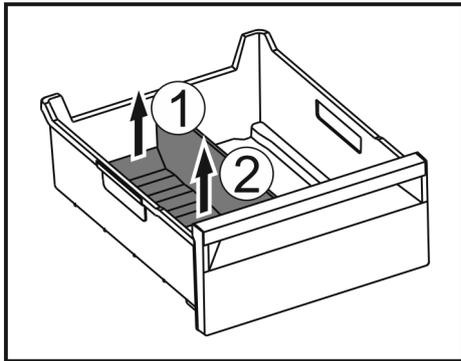

Fig. 195
- ▶ Hinteren Teil des Eisfach-Trenners anheben. Fig. 195 (1)
- ▶ Eisfach-Trenner nach oben entnehmen. Fig. 195 (2)